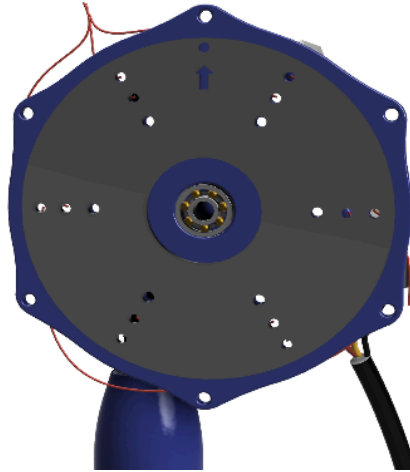

Figura 12. Indicación de flecha en el disco estator.
3. Posicionar el disco estator sobre el cabezal. El disco estator tiene una flecha (ver Figura 12) que debe colocarse en la parte superior del cabezal identificado anteriormente.